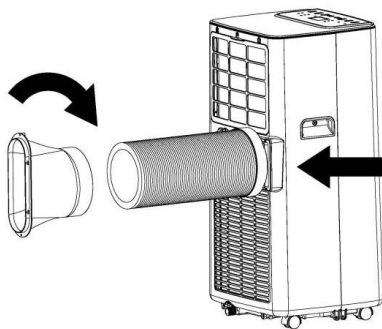

Fig.1
1.1 Installez le tuyau ( comme indiqué sur la Fig.1 )